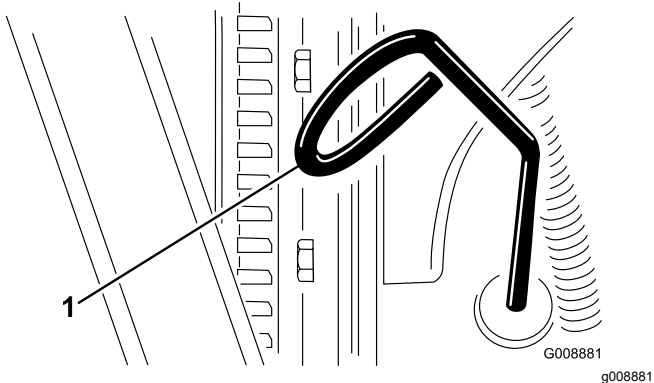

Figura 43
2. Retire la varilla (Figura 43) y límpiela con un paño limpio. Introduzca la varilla en el tubo y asegúrese de que entre a tope. Retire la varilla y compruebe el nivel de aceite.